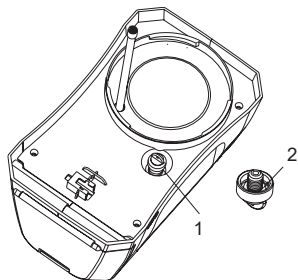

Figur 15
- Før en lille ledning gennem det udsatte hul for at fjerne snavs. Skyl derefter med vand. Se figur 15.